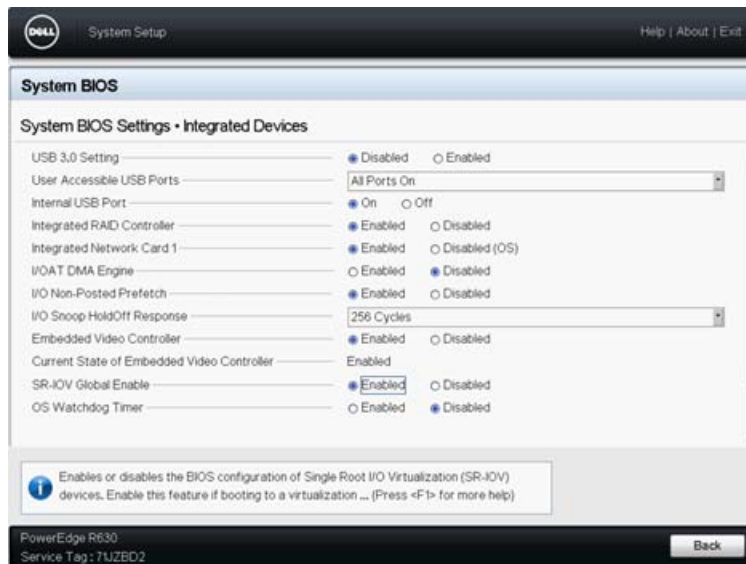

Figure 11-1. Configuration système pour SR-IOV : Périphériques intégrés
3. Sur la page Périphériques intégrés (Figure 11-1) :
3. Sur la page Périphériques intégrés du système (voir Figure 11-1 à la page 186) :